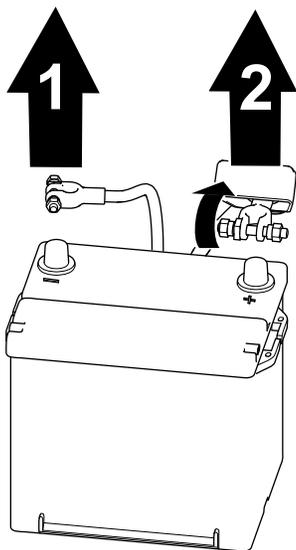

Рисунок 58
1. Отсоедините отрицательный кабель аккумулятора от штыря аккумулятора (Рисунок 58).